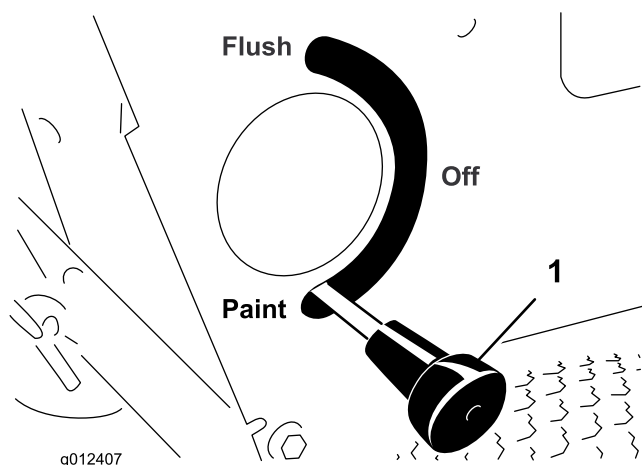

Figura 33
6. Asegúrese de que la palanca de enjuagar/pintar (Figura 33) está en la posición de PINTAR.